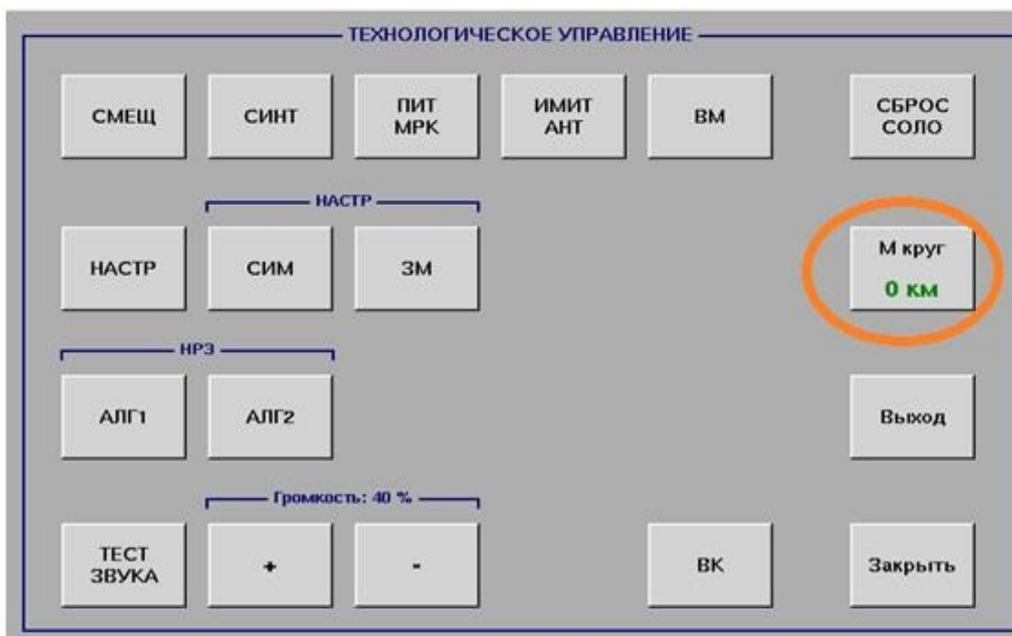

Рис. 5.40. Второй шаг формирования кругового строга в ручном режиме КМП
- в появившемся окне нажать кнопку «М-круг» (рис. 5.40). В появившейся панели набрать значение, соответствующее максимальной дальности местных предметов, после установки в системе СДЦ используется не автоматическая карта, а круговой строб «М-круг», «ПРД» – кнопка включения СДЦ только в КМП («М-круге» или автоматической КМП).